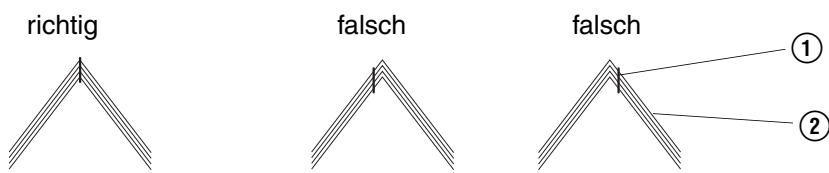

Abb. 18
Die Zentrierteile werden nur bei einer Sattelheftung eingesetzt. Sie dienen der exakten Positionierung der Haftklammer ① in der Falzmitte der Bögen ② ( - Abb. 18 -).
- Abb. 18 -
- Niederhaltergestänge ③ mit Mitnehmer ④ zwischen Distanzplatte ⑥ und Führungsplatte ⑦ legen (Platten und Gestänge sollten leicht eingefettet sein).
- Die Schrauben ⑧ durch die Plattenbohrungen in das Gewinde am Gehäuse eindrehen und festziehen, dabei sollte das Gestänge ③ parallel zur Gehäusekante stehen.